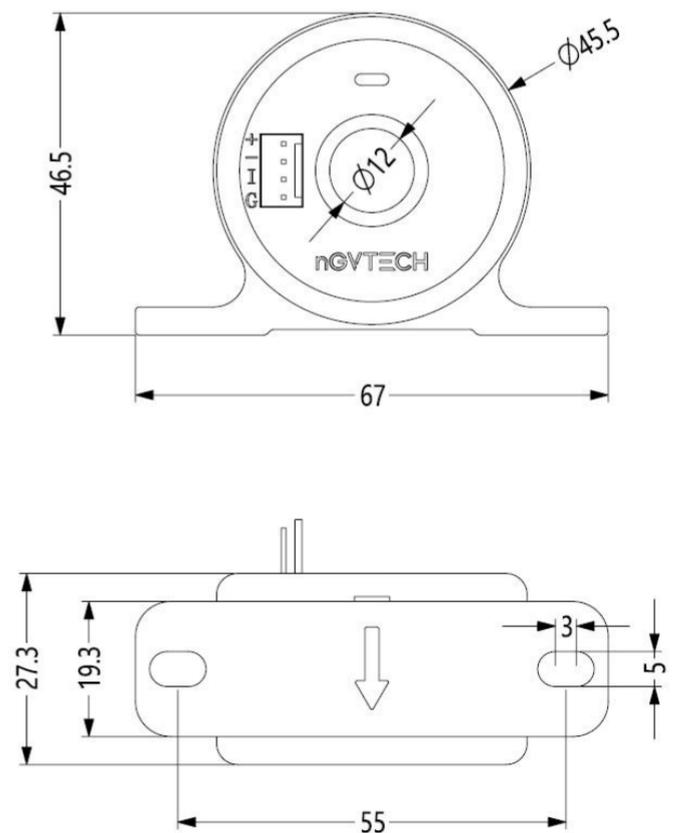

图 1
- 紧固点: 垂直方向 2 孔, 间距 55mm, 如图 1 所示。